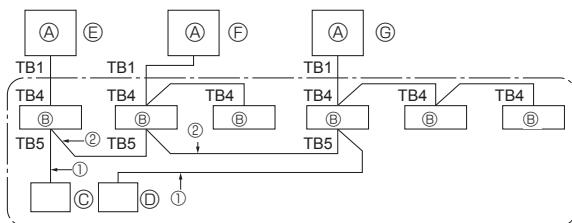

Fig. 9-1
① Koppla in spänningen (överspänningsskydd).
② När gasstoppsventilen stängts, placera SWP-omkopplaren på utomhusenhetens kontrollkort i läge ON (till). Kompressorn (utomhusenheten) och fläktarna (inomhus- och utomhusenheterna) startar och återvinningen av köldmedel påbörjas. LED1 och LED2 på utomhusenhetens kontrollkort tänds.
③ Eftersom enheten stannar automatiskt inom två till tre minuter efter återvinningen av köldmedel (LED1 och LED2 tänds), stäng gasstoppsventilen snabbt. När LED1 och LED2 tänds och utomhusenheten stannar, öppna stoppventilen för vätska helt, och upprepa sedan steg ② efter tre minuter.
④ Koppla ur spänningen (överspänningsskydd).
9. Systemkontrol (Fig. 9-1)